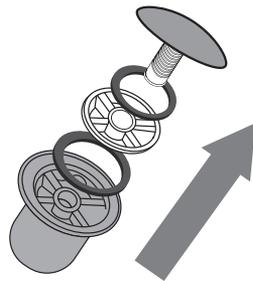

Рис.9. Подготовка
3. Из корпуса слива вывинтите втулку, снимите крышку и прокладки. См. рис.9